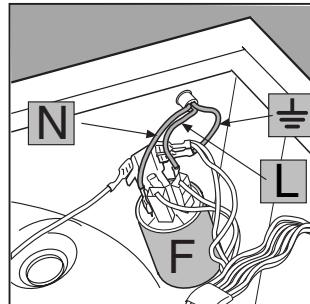

Рис. 4
3. Отсоедините провода от подавителя радиопомех F (рис. 4). Обратите внимание на цвет и расположение проводов: **синий** = провод N, **коричневый** = провод L. Последним отсоедините провод заземления --- . Примечание: Символы L, N и --- нанесены на корпусе блока давления радиопомех.